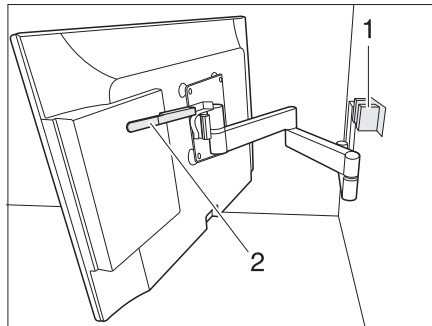

Fig. 57 Soporte con brazo articulado
- Empujar la palanca (Fig. 57,2) hacia abajo para soltar la pantalla plana del dispositivo de retención (Fig. 57,1). Soltar la palanca.